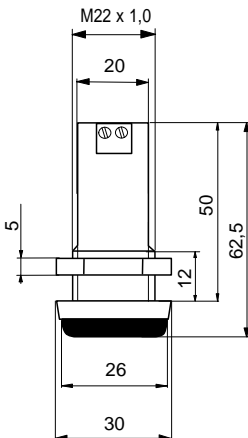

fig.3
Voyant à LED (Fig.3)
LED indicator lamp (Fig.3)
Señales con LED (Fig.3)
- soit un voyant à visser pour parois minces ≤ 6 mm (fig. 3 et 8)